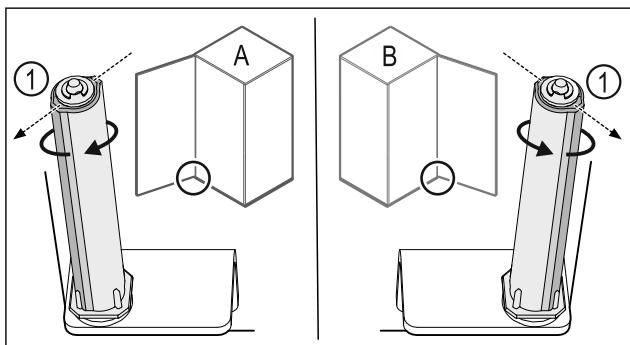

Fig. 40 Ľavý doraz (A)/pravý doraz (B)
- Otáčajte systém zatvárania proti odporu, kým nebude mostík systému zatvárania Fig. 40 (1) ukazovať von.